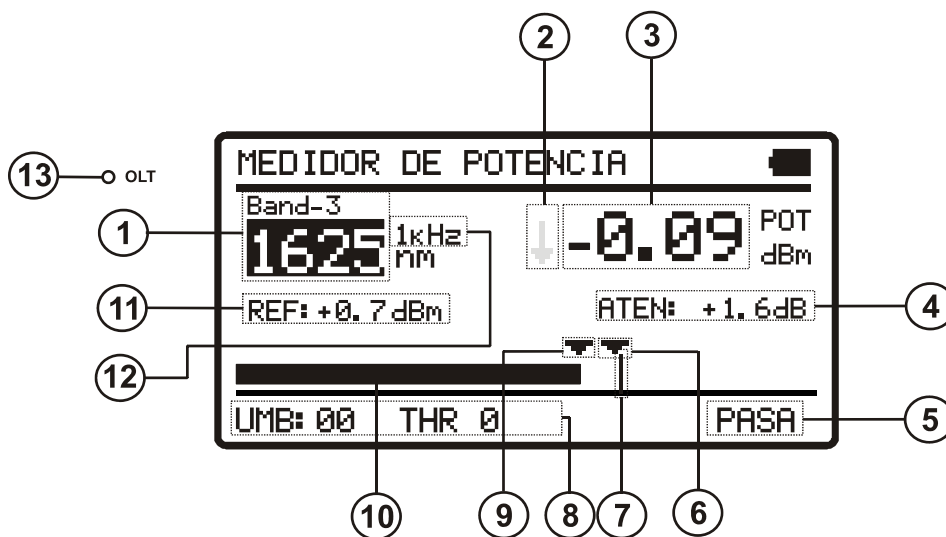

Figura 9. Pantalla MEDIDOR DE POTENCIA.
- 3 Pulse **SEL**  [12] para entrar en la pantalla (ver figura 9).